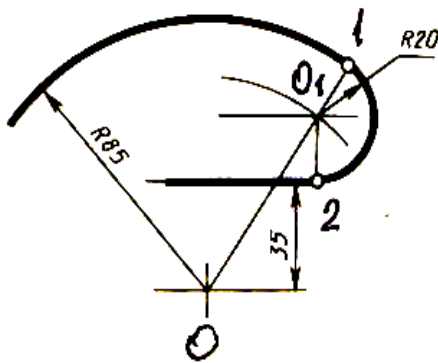

Рисунок 26 – Сопряжение дуги с прямой
4) Сопряжение дуги окружности с прямой, расположенной внутри дуги (рисунок 26)